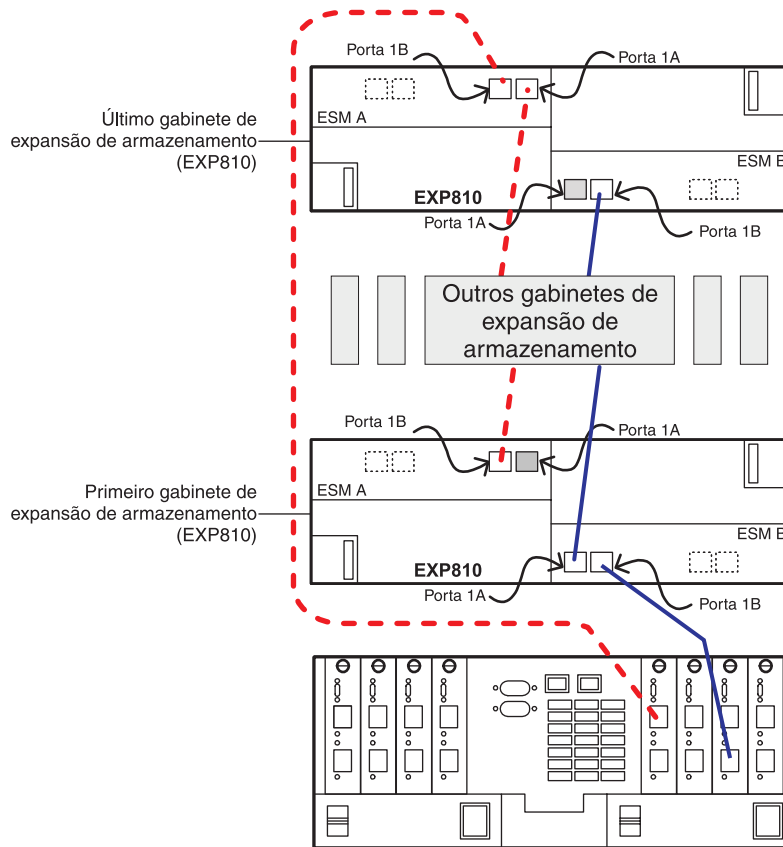
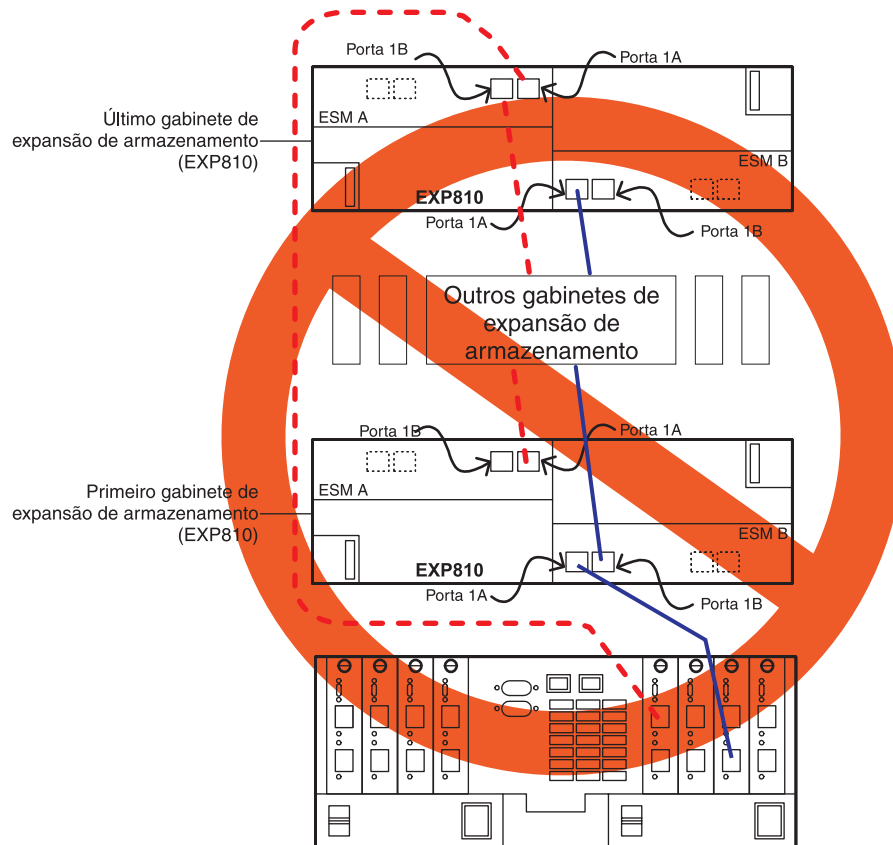

Figura 15. Cabeamento suportado para a porta 1B do gabinete de armazenamento EXP420/EXP520/EXP810/EXP5000
Figura 16. Cabeamento não suportado para a porta do gabinete de armazenamento EXP420/EXP520/EXP810/EXP5000
- A porta de expansão da unidade do subsistema de armazenamento deve sempre estar conectada à porta 1B do gabinete de armazenamento EXP420/EXP520/EXP810/EXP5000. A Figura 15 na página 58 é um exemplo de cabeamento correto das portas 1B do gabinete de armazenamento EXP420/EXP520/EXP810/EXP5000 para a porta de expansão da unidade do subsistema de armazenamento. A Figura 16 na página 59 é um exemplo de cabeamento incorreto que mostra a conexão da porta de expansão da unidade do subsistema de armazenamento com a porta incorreta do gabinete de armazenamento EXP420/EXP520/EXP810/EXP5000, rotulada 1A.